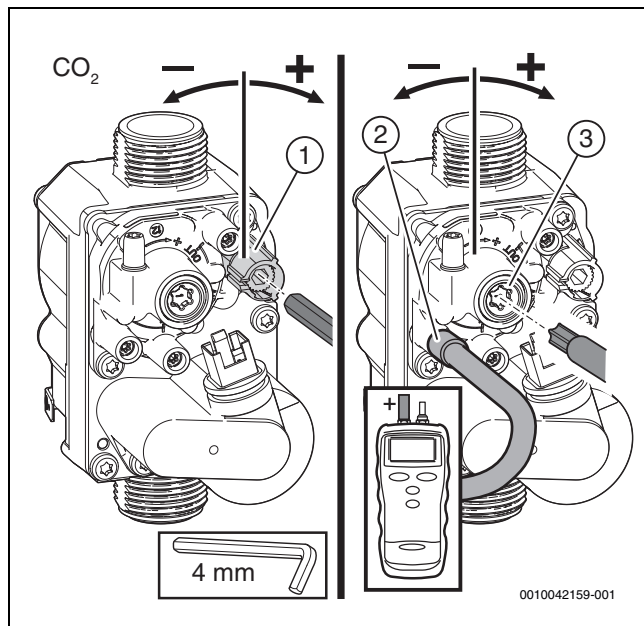

Bild 53 Einstellen der Gasarmatur
- ▶ Plombe an der Einstellschraube der Gasarmatur entfernen (nur Gasarmatur unten in Bild 53) und CO₂- oder O₂-Gehalt für minimale Nennwärmeleistung einstellen.